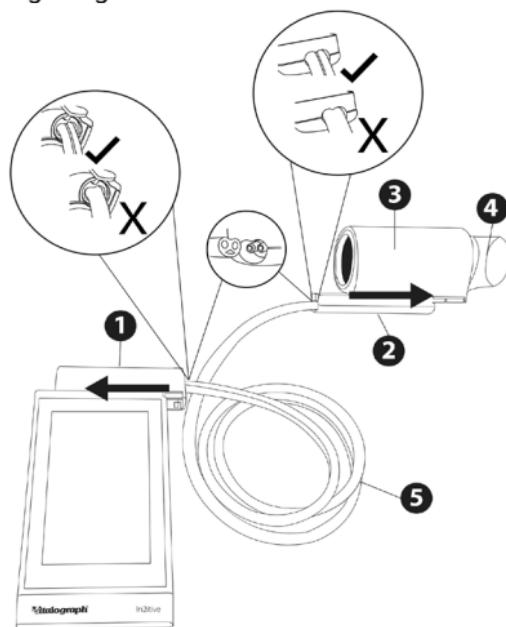

Abbildung 2: Montage des abnehmbaren Messkopfs
Wenn der abnehmbare Messkopf benötigt wird (siehe Abbildung 2 unten):
8. Packen Sie den Anschlussschlauch des Messkopfs (5) aus und verbinden Sie ein Ende mit der Geräteabdeckung (1). Der Schlauch ist wie in Abbildung 2 dargestellt mit einer Markierung versehen, die mit der Markierung auf dem Anschluss der Geräteabdeckung übereinstimmt, um sicherzustellen, dass der Schlauch richtig ausgerichtet ist.
9. Verbinden Sie das andere Ende des Messkopfschlauchs mit dem Messkopfadapter (2). Der Schlauch ist wie abgebildet mit einer Markierung versehen, die mit der Markierung auf dem Adapteranschluss übereinstimmt, um sicherzustellen, dass der Schlauch richtig ausgerichtet ist.